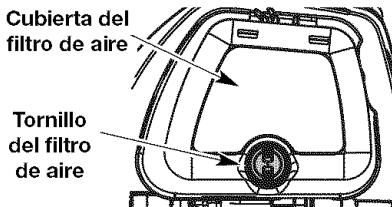

Fig. 22
6. Gire el tornillo del filtro de aire hacia la derecha hasta que el tornillo del filtro de aire esté apretado (Fig. 22).
1. Abra la cubierta del filtro de aire desenroscando el tornillo del filtro de aire (Fig. 22).